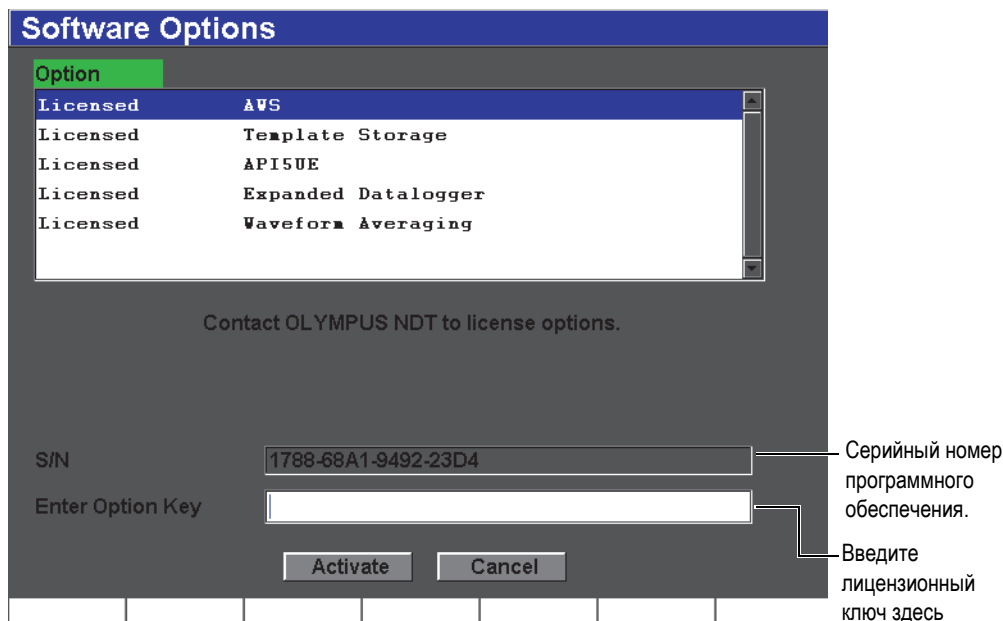

Рис. 12-1 Окно ввода лицензионного ключа
1. Выберите **Inst Setup > Software Options** (Быстрая настройка > Опции ПО), чтобы открыть страницу настройки **Software Options** (Опции ПО), показанную на Рис. 12-1 на стр. 228.